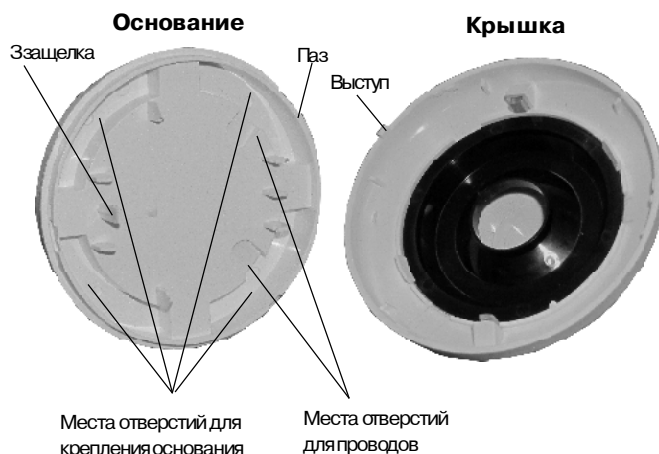

Рис. 2. Основание и крышка извещателя
- снимите крышку извещателя, повернув крышку против часовой стрелки до упора в пазе на наружном кольце основания извещателя, а затем поднимите крышку (рис. 2);
- просверлите в основании корпуса отверстия (рис.2), которые будут использоваться для прокладки проводов и крепления извещателя;